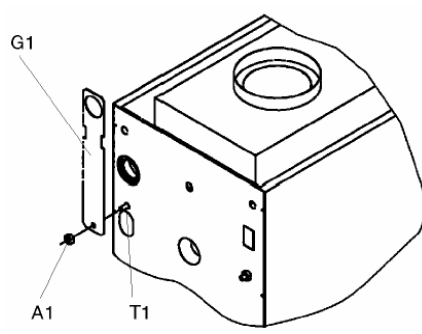

рис. 2.7
- отвернуть гайку (А1) на задней панели (рис. 2.7);
- установить вторую скобу (G1) на винт (Т1) и закрепить гайкой (А1) (рис. 2.7)